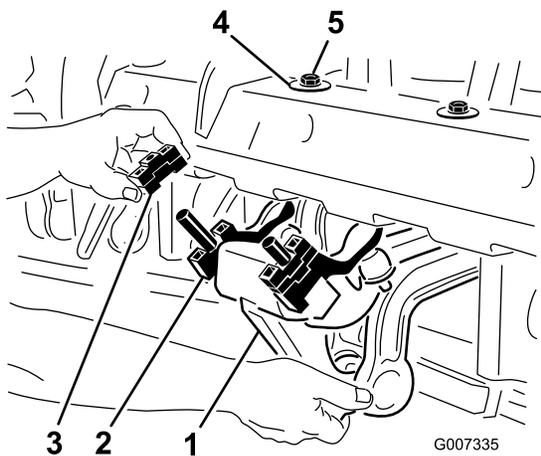

Рисунок 26
1. Отверните 2 контргайки (1/2 дюйма) крепления узла амортизатора Rotalink к нижней поверхности рамы аэраторного вала (Рисунок 26).
2. Опустите узел амортизатора, чтобы открыть доступ к разделителям (Рисунок 26).
4. Снова присоедините узел амортизатора к раме аэраторного вала. Убедитесь, что полушайба установлена на раму аэраторного вала, как показано на Рисунок 26. Затяните 2 контргайки.